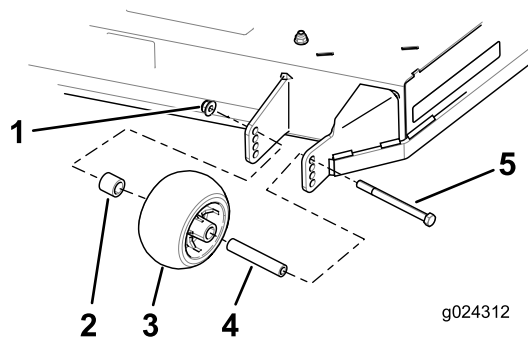

Figura 29
3. Retire la tuerca con arandela prensada, el rodillo protector de césped y el perno de la abrazadera (**Figura 29**).
4. Alinee el perno y el rodillo protector del césped con el taladro del soporte que corresponda a la posición de altura de corte más próxima (Figura 29).
5. Introduzca el perno en el taladro del soporte y sujete el perno y el rodillo protector del césped con la tuerca con arandela prensada (Figura 29).